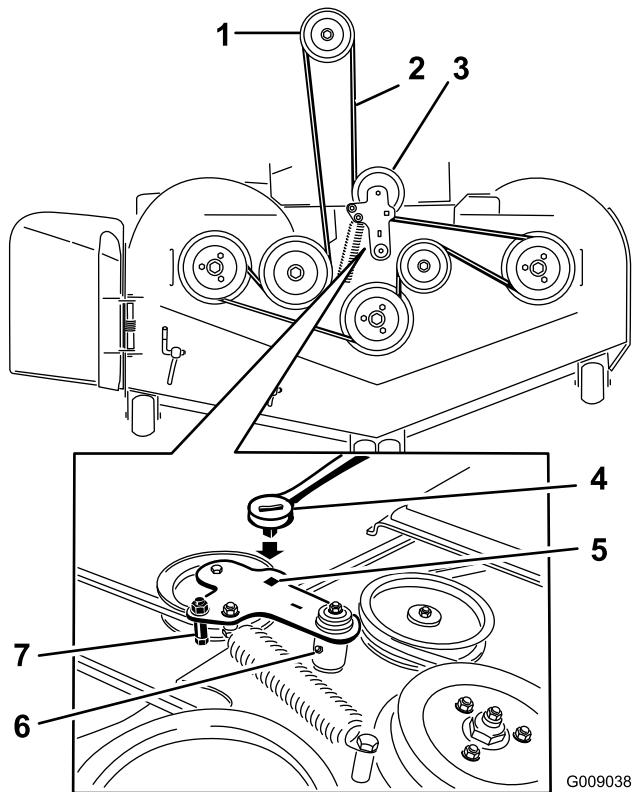

Figura 100
5. Levante la chapa de suelo e introduzca una llave dinamométrica en el taladro cuadrado del brazo tensor de la carcasa (Figura 100).
6. Gire cuidadosamente el brazo tensor de la carcasa en el sentido de las agujas del reloj y retire la correa del cortacésped (Figura 100).